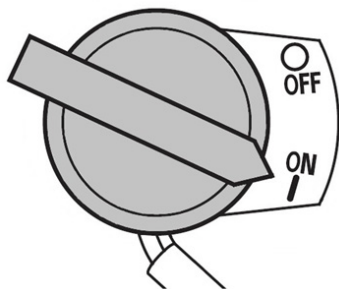

Рис. 13 Выключатель зажигания в положении «Включено»
4. Выключатель зажигания установите в положение ON (Включено) (Рис. 13).
3. Переведите выключатель зажигания в положение OFF (Выключено) (Рис. 13).